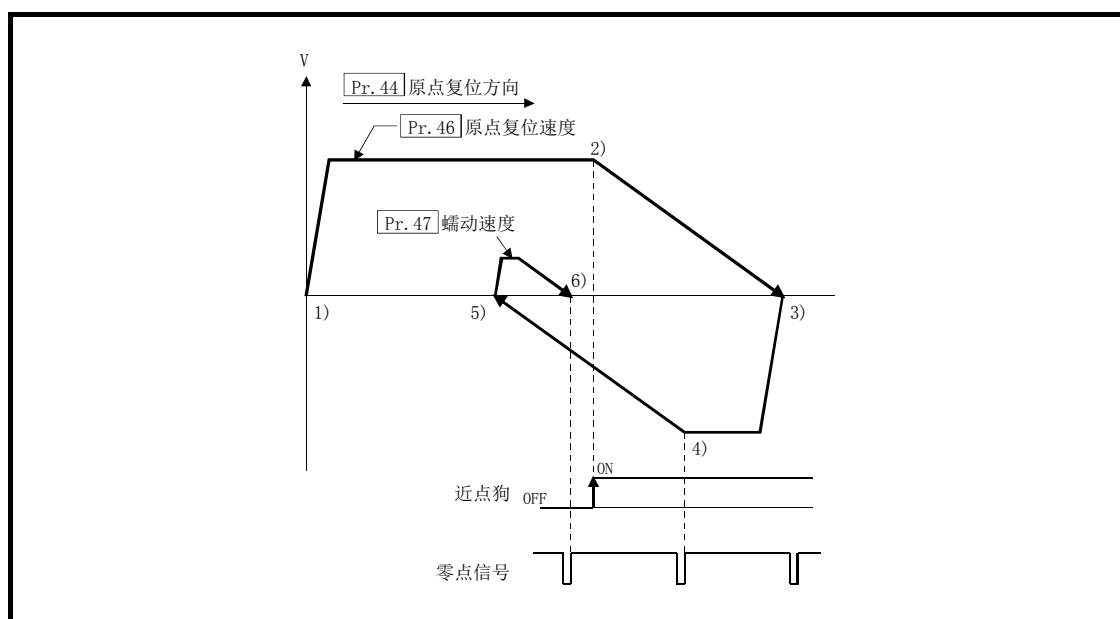

图 8.12 通过零点信号的检测的减速中再次检测到零点信号时的动作
- (3) 通过停止信号停止了机械原点复位的情况下，应再次进行机械原点复位。通过停止信号停止后将重启指令置为 ON 的情况下，将发生出错“禁止原点复位重启”（出错代码：209）。
- (4) 在标度原点信号检测式中，与“[Pr. 48] 原点复位重试”的设置无关，不进行原点复位重试。在机械原点复位中检测到硬件限位开关的情况下，将发生出错“硬件行程限位+”（出错代码：104）或“硬件行程限位-”（出错代码：105）。
- (5) 近点狗应安装在原点复位方向的硬件限位开关的前面，并与该硬件限位开关重叠。从机械原点复位开始位置在与原点复位方向相反的方向有近点狗的情况下，将发生出错“硬件行程限位+”（出错代码：104）或“硬件行程限位-”（出错代码：105）。
- (6) 在通过零点信号的检测进行的减速中(图 8.12 的 4))再次检测到零点信号的情况下,将通过最后检测到的零点信号停止,原点复位完成。